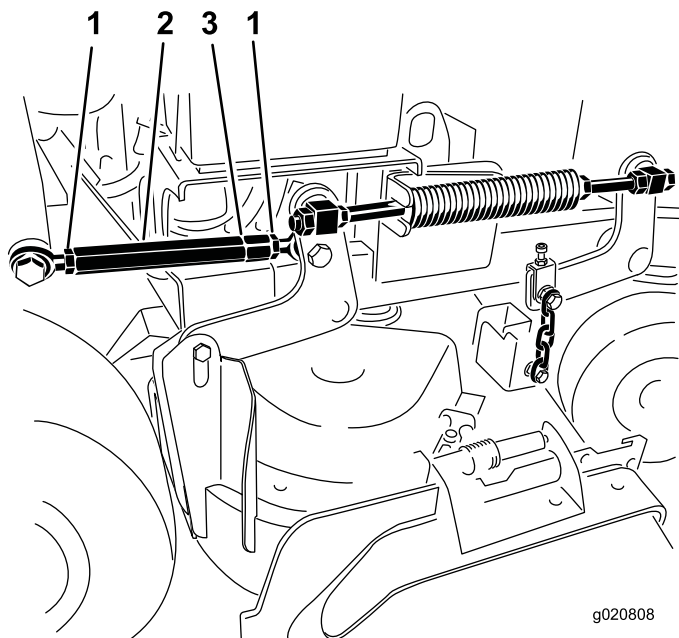

Figura 87
4. Desaperte as porcas de bloqueio que estão em ambas as extremidades do tensor (Figura 87).
Nota: A extremidade do tensor com a ranhura maquinada tem rosca esquerda (Figura 87).